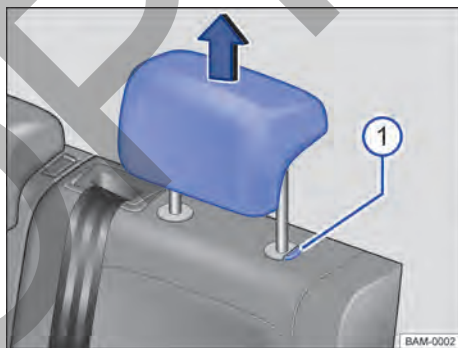

Fig. 70 Apoyacabezas traseros: desinstalar.
- Retirar el apoyacabezas con el botón → fig. 70 ① presionado.
- Empujar hacia abajo el apoyacabezas con el botón → fig. 70 ① presionado.